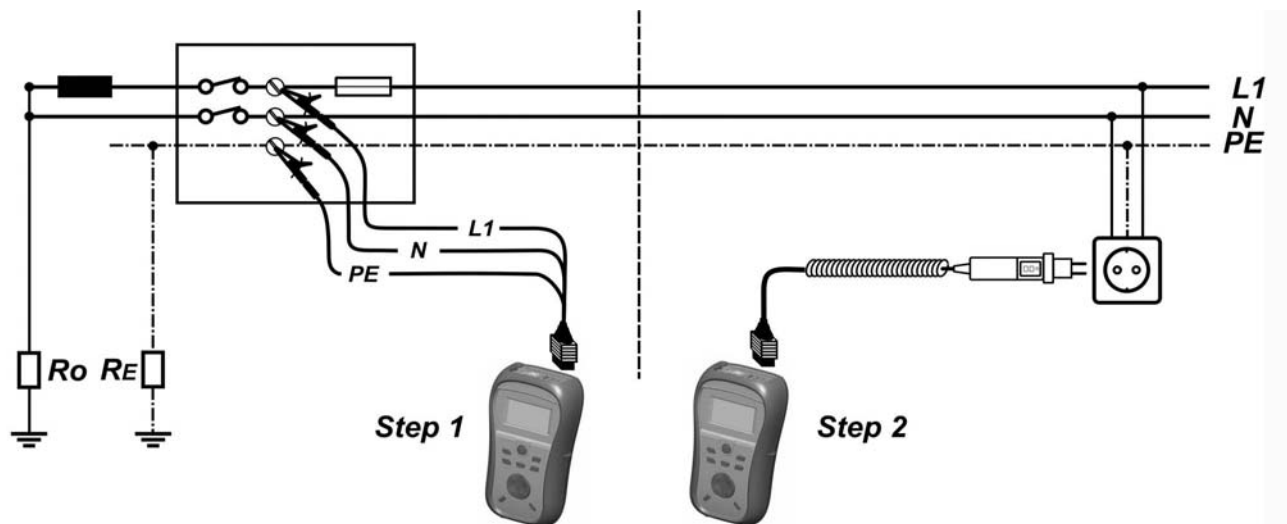

Bild 5.30: Spannungsabfallmessung Phase-Nullleiter oder Phase-Phase – Anschluss des Plug Commanders (Netzsteckeradapter) und des Universalprüfkabels
- **Schließen** Sie die Prüfleitungen an der Referenzstelle **an** (siehe Bild 5.30).
- **Schließen** Sie die Prüfleitungen am Prüfling **an** (siehe Bild 5.30).